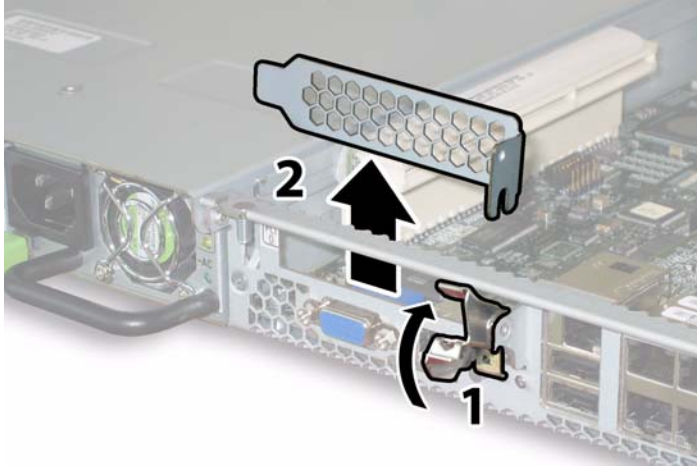

图 3-41 打开 PCI 卡锁销
- b. 在机箱的背面执行操作，向上旋转每个卡的锁销，以便将 PCI 卡的背面松脱。有关锁销的位置，请参见图 3-41。